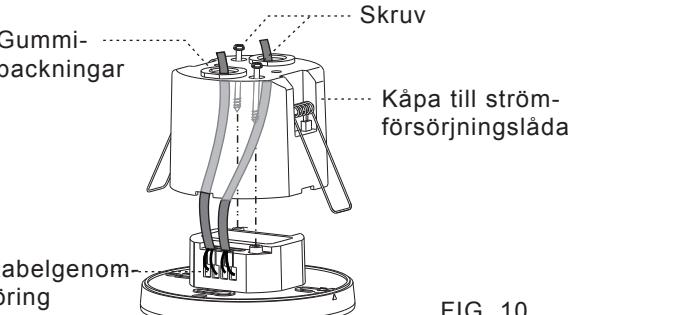

FIG. 10
- 3.4.2.2 Använd en skruvmejsel för att bryta gummitätningen på strömförsljningslädans kåpa och mata igenom kablarna (se fig. 10).